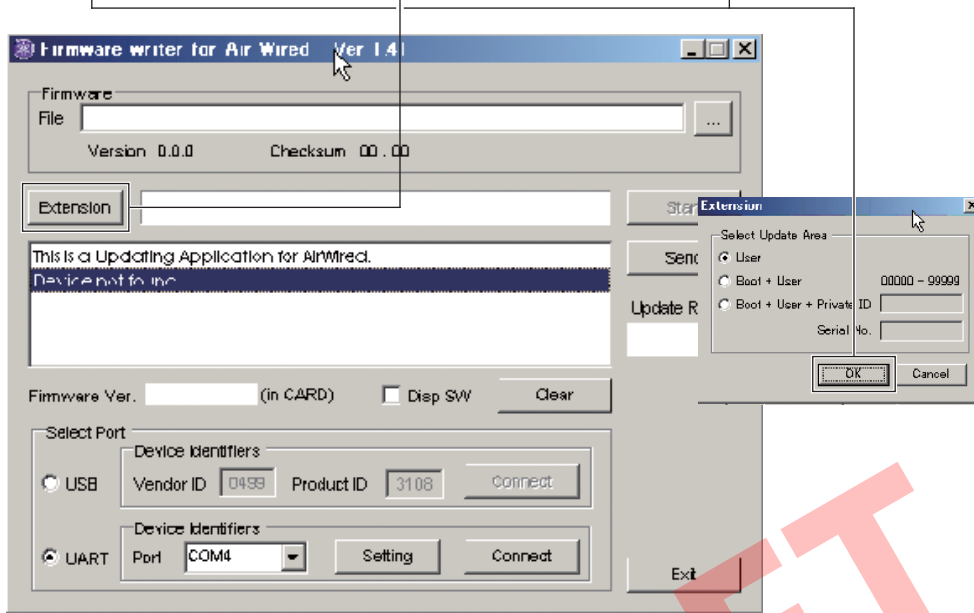

Fig. 6
6. Click [Extension] and select the update area. (Fig. 6)
Click [OK]. (Fig. 6)
6. [Extension] をクリックし、アップデートエリアを選択します。(Fig.6)
[OK] をクリックします。(Fig.6)